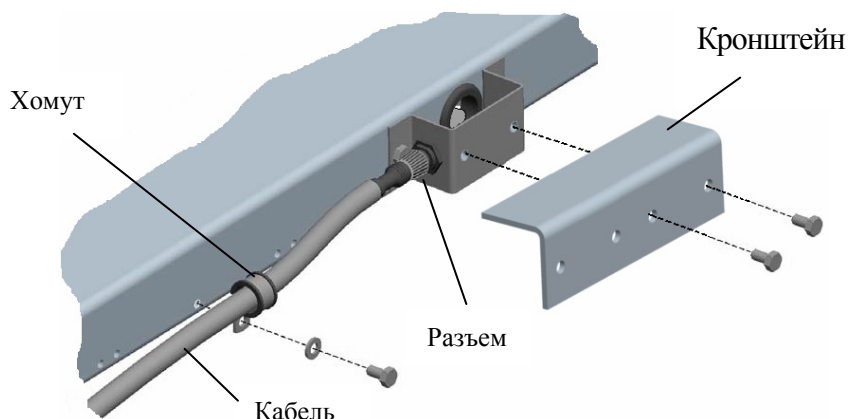

Рис. 5.1 - Подключение кабеля
5.5 Подключить к модулю кабель. Закрепить кабель хомутом и привинтить защитный кронштейн, Рис. 5.1.